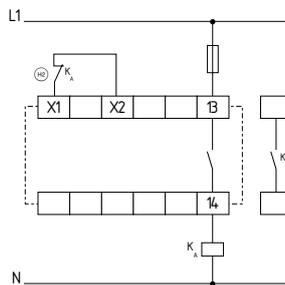

Fig. 16
**Circuito de un solo canal (véase fig. 16)**